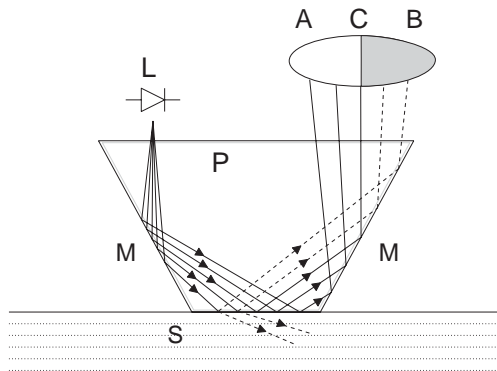

Figura 10.1 Principio del refractómetro
El refractómetro en línea K-Patents determina el índice de refracción n_D de la solución de proceso. Mide el ángulo crítico de refracción mediante una fuente luminosa LED de color amarillo con la misma longitud de onda (589 nm) que la línea D de sodio (por tanto, n_D). La luz de la fuente luminosa (L) mostrada en la Figura 10.1 es dirigida a la interfaz entre el prisma (P) y el medio de proceso (S). Dos de las superficies del prisma (M) actúan como espejos reflejando los haces de luz de forma que chocan contra la interfaz en distintos ángulos.